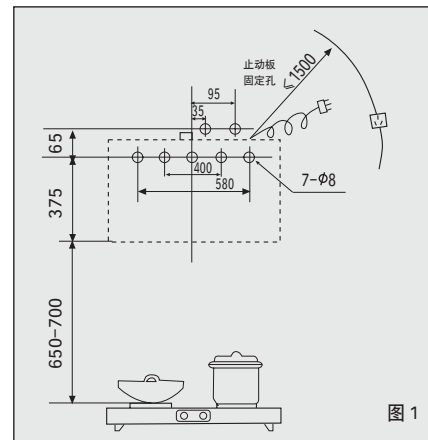
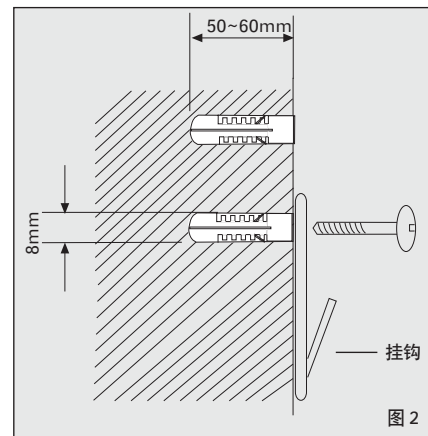

图1
图2
1、按图1尺寸在灶具上方坚实的地方准确确定冲击钻钻孔位置。冲击钻配上M7的麻花钻头或M6的冲击钻头，在钻孔位置上钻出7个直径为8mm，深为50~60mm的孔，牢固埋设膨胀管，在下排的5个孔上固定挂钩，旋入木螺钉拧紧（如图2）。
☆ 电源插座应在小于1500mm的地方（如图1）。